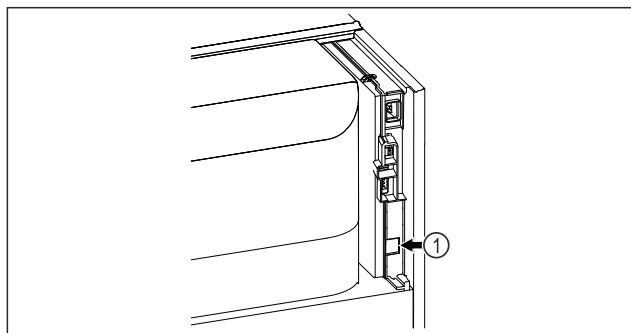

Fig. 100
- SmartModule Fig. 100 (1) è inserito.